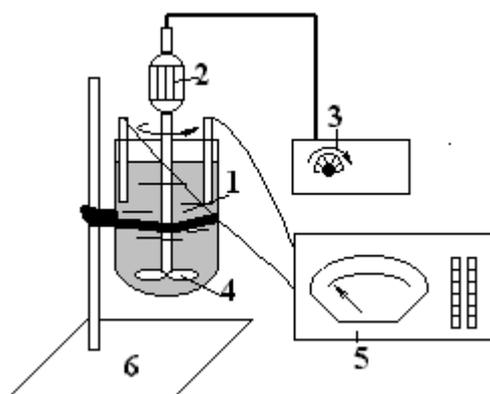

Рисунок 1.1 – Принципиальная схема лабораторной установки
Установка (рисунок 1.1) состоит из сосуда (1), форма дна которого может быть полусферической и плоской, перемешивающего устройства (2) с регулятором числа оборотов (3), в качестве которого может быть применено титровальное приспособление ТТР-М. Перемешивание осуществляется различного типа мешалкой (4). Контроль над изменением pH ведется либо визуально – по исчезновению окраски индикатора, либо по показаниям иономера (5). В случае оценки времени перемешивания по выравниванию электропроводности вместо иономера в установку подключается прибор для измерения электропроводности раствора. Сосуд (1) крепится на штативе (6), таким образом, чтобы глубина погружения мешалки соответствовала заданной величине.